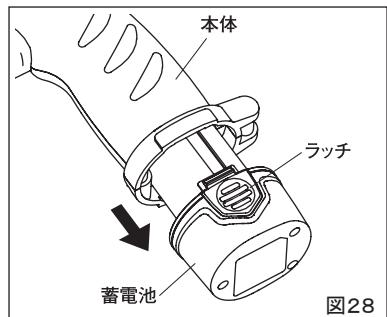

図28
(1) 充電
- ①蓄電池のラッチ部を押しながら蓄電池を本体から取外します。(図28)